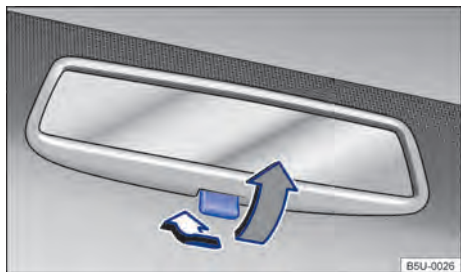

Fig. 67 No para-brisa: espelho retrovisor interno com antiofuscante manual.
- Posição noite: puxar a alavanca → Fig. 67 (seta cinza), para evitar o ofuscamento dos faróis dos veículos que trafegam atrás.